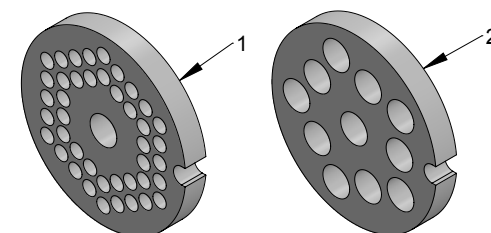

Figura 01
1.3.9 Os discos perfurados (Itens 01 e 02, figura 01) acompanham o Moedor de Carne Boca 8. Para adquirir discos com furos de diâmetro e modelos diferentes, consulte a disponibilidade e modelos com o fabricante.